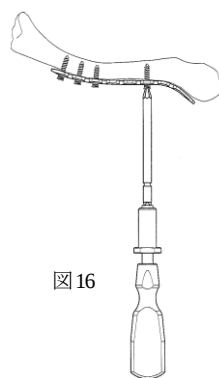

図16
- 3) 骨幹部ロックングスクリューはヘクスローブ 15 パワーピンドライバの他端にグリップハンドルを接続し、抜去します。(図16)